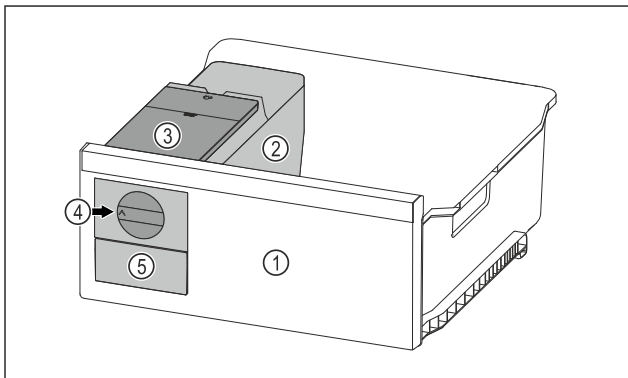

Fig. 38 Voorbeeld
- ▶ Draaiknop Fig. 38 (4) rechtsonder tot aan de aanslag draaien.
- ▶ Ijsblokjes vallen uit de ijsblokjes-schaal in de ijsblokjeslade Fig. 38 (5).